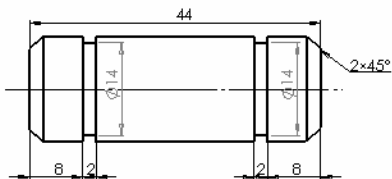

图 15-16 添加尺寸
⑤ 选择菜单栏中的“工具”→“标注尺寸”→“智能尺寸”命令,或者选择“注解”工具栏中的按钮,标注视图中的尺寸,在标注过程中将不符合国标的尺寸删除。在标注尺寸时弹出“尺寸”属性管理器,如图 15-15 所示,在这里可以修改尺寸的公差,符号等。例如要在尺寸前加直径符号,只需在标注尺寸文字框内<DIM>前点击鼠标,在下面选取直径符号即可。最终结果如图 15-16 所示。